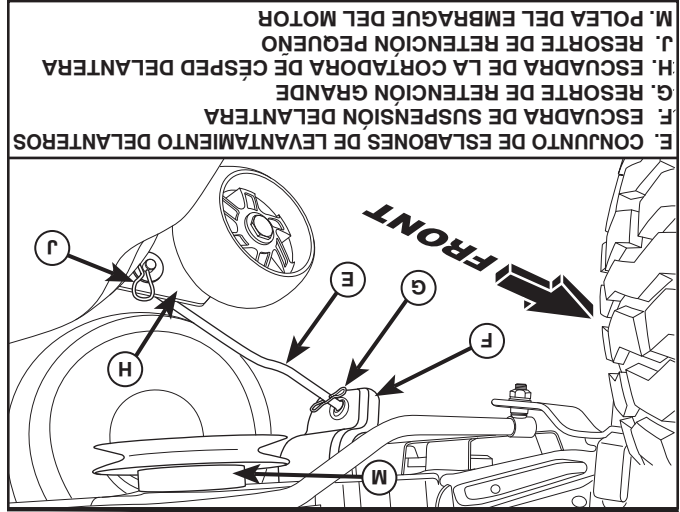
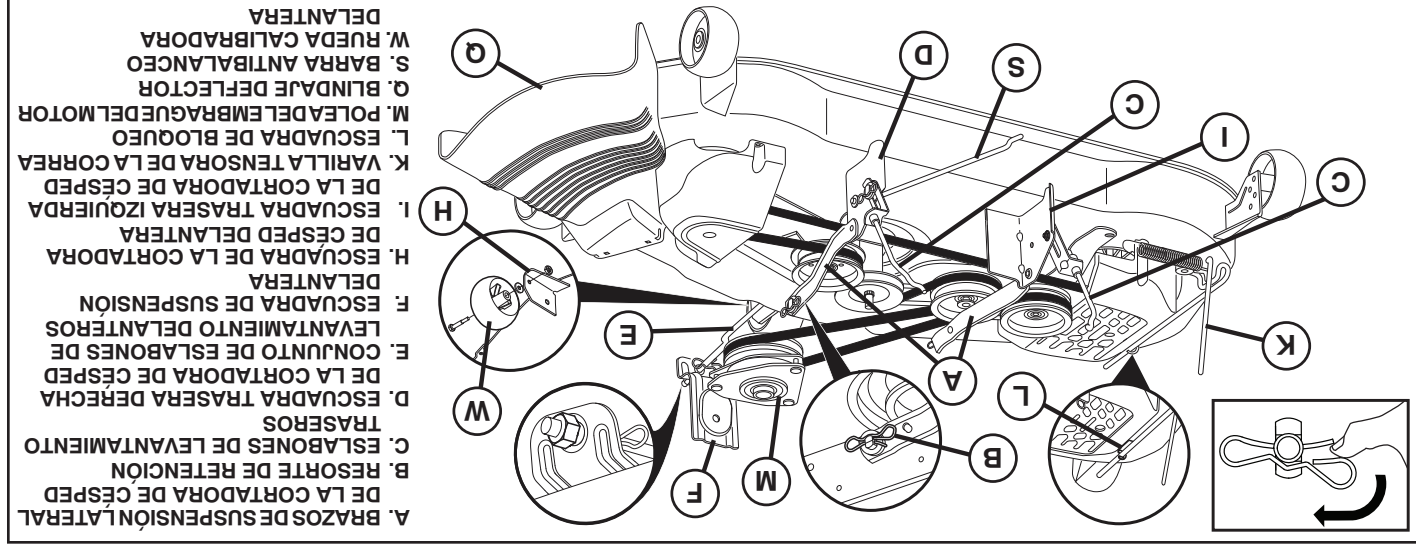

Fig. 32
Fig. 22
8. INSTALE EL ESLABÓN DELANTERO (E) (Vea Fig. 32)
- Desde la parte delantera del tractor, inserte el extremo de varilla del eslabón delantero (E) a través del agujero delantero de la escuadra de suspensión delantera (F).
- Muévase hasta el lado izquierdo de la cortadora e inserte un resorte de retención grande (G) a través del agujero del eslabón delantero (E) detrás de la escuadra de suspensión delantera (F).
9. INSTALE LA CORREA EN LA POLEA DEL EMBRAGUE DEL MOTOR (M) (Vea Fig. 22 y 33)
- Desenganche la varilla tensora de la correa (K) de la escuadra de bloqueo (L).
- Instale la correa en la polea del embrague del motor (M)
- Enganche la varilla tensora de la correa (K) en la escuadra de bloqueo (L).
1. INSTALE LA SEGADORA (Vea Fig. 22 - 33)
(Vea Fig. 22)